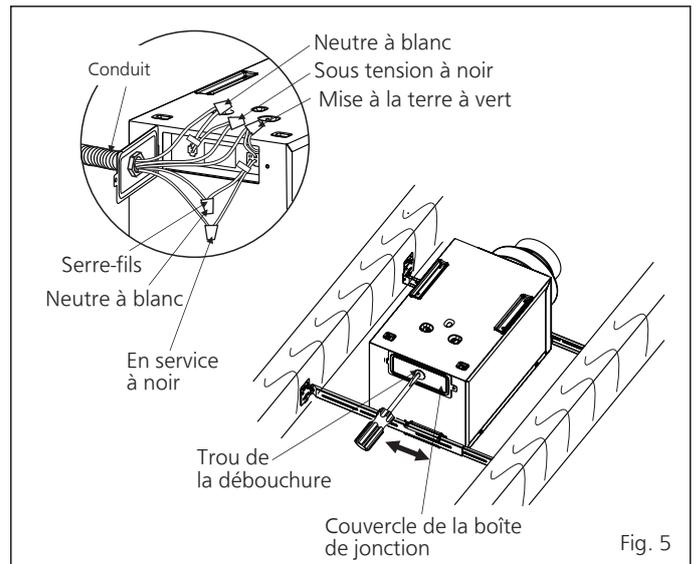

Fig. 5
- Retirez le trou de la débouchure du couvercle de la boîte de jonction, et retirez le couvercle de la boîte de jonction. Puis fixez le conduit ou le réducteur de tension au trou de la débouchure de la boîte de jonction. (Voir Fig. 5)
- Reportez-vous au schéma de connexions à la page 5. Respectez les codes de sécurité électrique locaux ainsi que le code électrique national. Avec des capuchons de connexion homologués UL, connectez les fils d'alimentation secteur aux fils du ventilateur. (Voir Fig. 5)